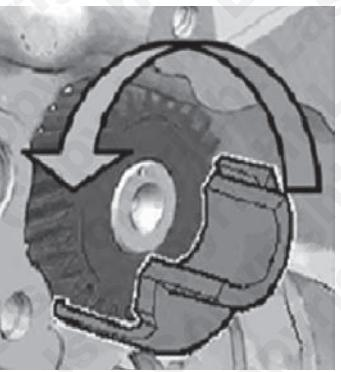

Fig. 3
- Desmontar a ferramenta deslizando o anel de fixação para trás e remover o vaso destacável colocando-o por baixo e por trás da engrenagem na posição das 6 horas e deslizando-o no sentido contrário ao dos ponteiros do relógio à volta da engrenagem até à posição das 12 horas – consultar a Fig. 3.